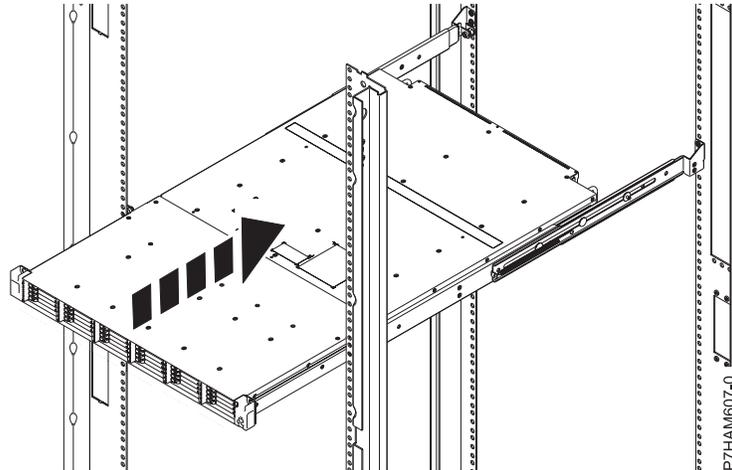

Abbildung 14. Plattenlaufwerkgehäuse in das Rack schieben
- d. Wenn die Chassishalterführungen an beiden Seiten des Gehäuses fest sitzen, schieben Sie das Gehäuse vorsichtig in den Rackschrank (siehe Abb. 14).